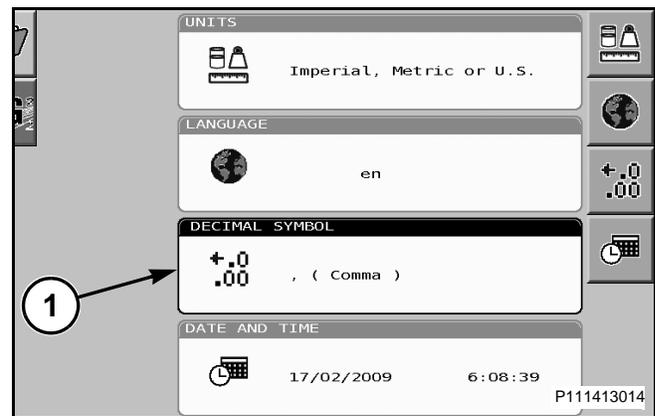

FIG. 70
FIG. 70: Para seleccionar la visualización decimal, desplácese hasta la casilla de visualización decimal (1) para resaltarla y a continuación presione el botón de la rueda de selección para seleccionarla.